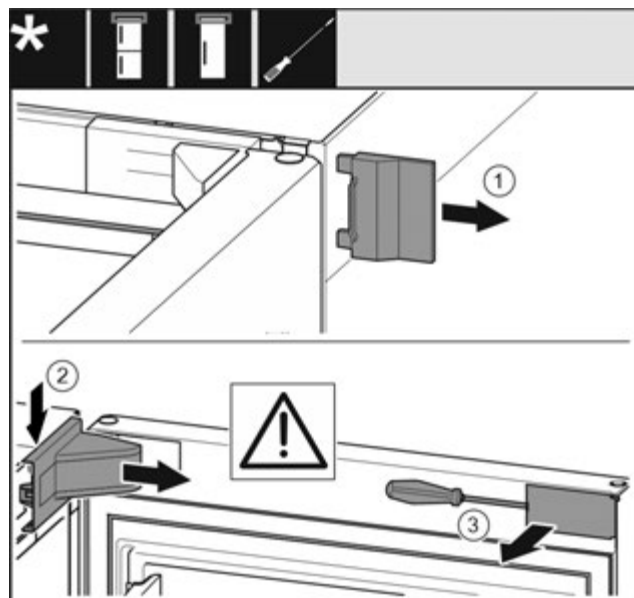

Fig. 9
- ▶ Зніміть зовнішню кришку. Fig. 9 (1)
- ▶ Звільніть і ослабте кришку опорного кронштейна на Зніміть кришку опорного кронштейна. Fig. 9 (2)
- ▶ За допомогою шліцевої викрутки звільніть від фіксатора та поверніть убік накладку. Fig. 9 (3)